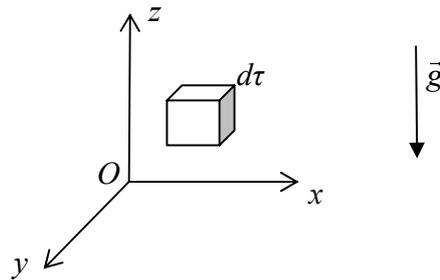

Figure 1 : équilibre d'un volume élémentaire
**1.1/** On s'intéresse à un volume élémentaire  $d\tau = dx dy dz$  d'eau de mer à l'équilibre (figure 1). On notera  $P(x, y, z)$  la pression de l'eau en un point de coordonnées  $(x, y, z)$ .